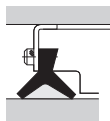

图1 安装配件SE、SEB型的滑动片
- (1) 因防尘不充分而侵入LM滚柱滚动块滚动面的异物很难除去，而且它会严重损伤滚动面或LM滚柱表面，因此在防尘上要特别注意。
- (2) LM滚柱滚动块安装配件SE和SEB型，各配有特殊橡胶制刮片，因而能获得很好的防尘效果。如图1所示装配组装零件时，在双凸缘间封入润滑脂，能进一步提高功效。